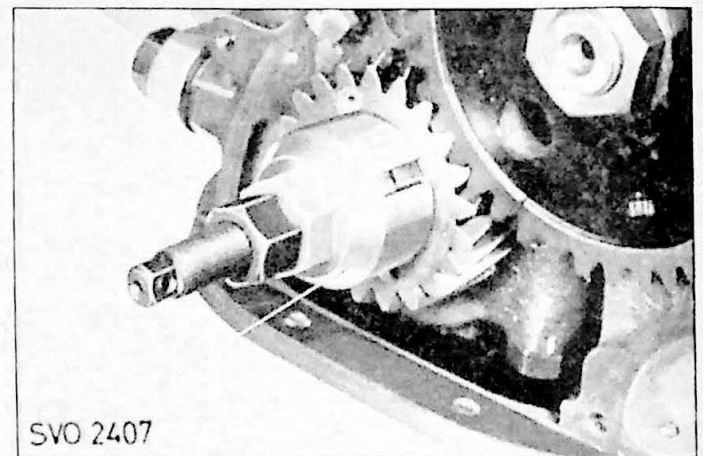

Fig. 2.40. Montage van krukastandwiel.
6. Monteer het krukastandwiel met werktuig SVO 2407 en het nokkenastandwiel met SVO 2408 (Fig. 2.40 en 2.41). Zet de naaf op de krukas. Druk de nokkenas niet zover terug dat het afsluitplaatje aan de achterzijde losraakt. Controleer of de tand-